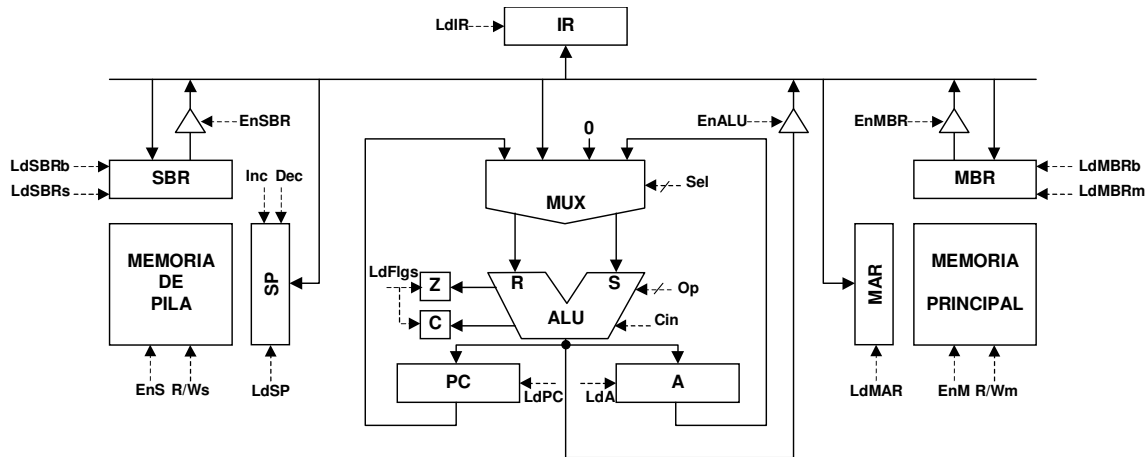

Figura 4. CPU de la máquina de pila del problema 3.
3. La Figura 4 representa la CPU de una máquina de pila para la que se desea diseñar una unidad de control microprogramada con control residual para el control de las operaciones de la ALU.